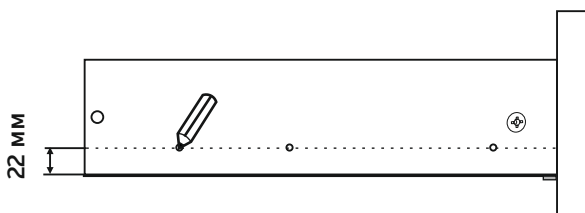

Рис.9
- 1. Провести** линию карандашом на боковых стенках ящиков (левых, п.7 (4 шт) и правых, п.8 (4 шт), соединив существующие накладки. При этом, расстояние от нижней кромки боковых стенок ящиков до линии должно быть одинаковым (см. рис.9)